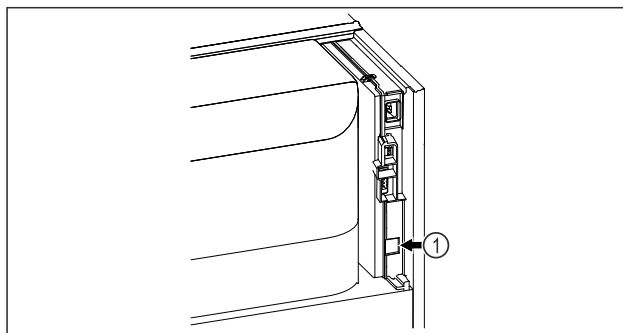

Fig. 95
- Se utiliza SmartModule Fig. 95 (1).